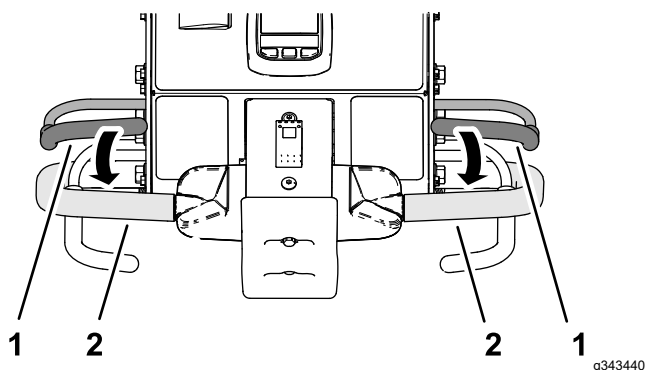

图 100
- 握住左侧或右侧手把和操作员到位把手图 100 将把手向手柄挤靠。